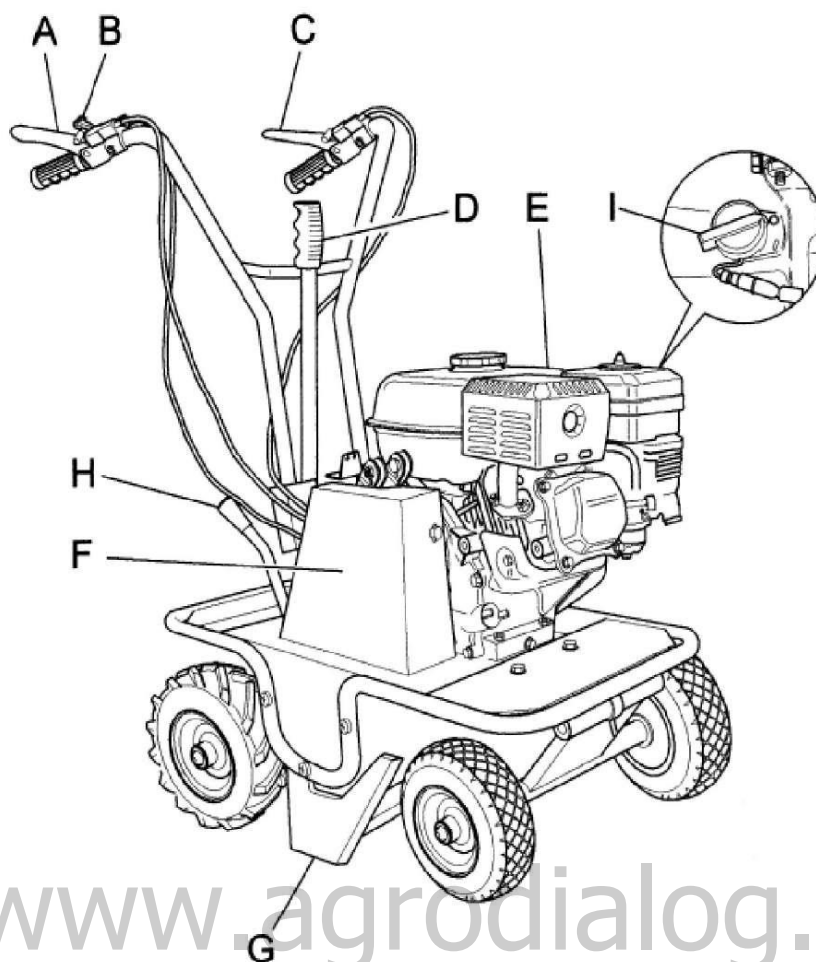
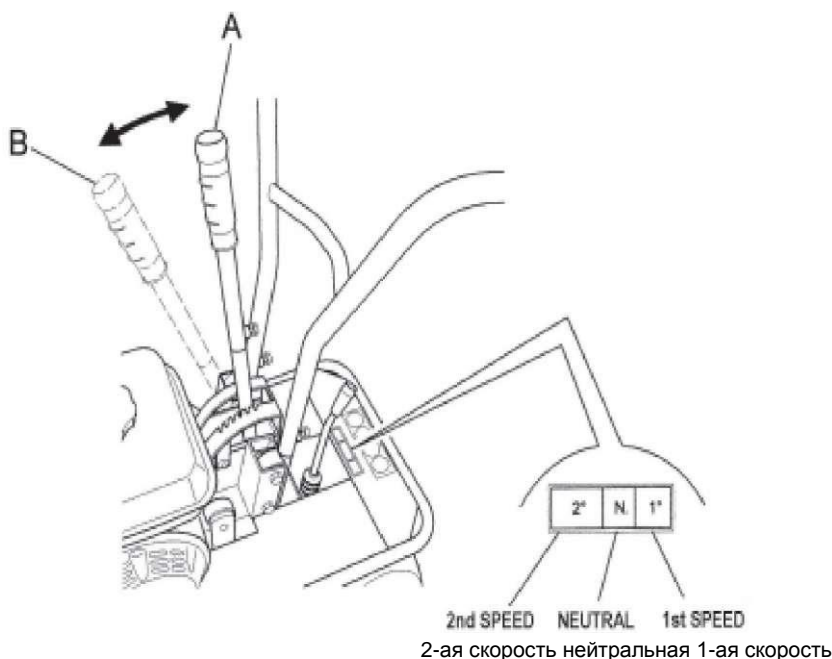

Рисунок 1
Рисунок 2
Этот рычаг служит для регулирования высоты резки согласно типу ландшафта и толщине дерна, который будет пострижен. (рис. 2 поз. А)
Крышка (рис. 1, поз. F) предотвращает любой контакт с движущимися частями машины. Использование машины без указанной крышки строго запрещено.
Выберите необходимую передачу только после выключения переднего сцепления, отпуская относительный рычаг (рис. 1, поз. С).
- Перед включением двигателя убедитесь, что оба рычага включения (передний рычаг контроля сцепления - рис. 1, поз. С и рычаг контроля сцепления ножа - рис. 1, поз. А) находятся в ослабленном положении; затем поместите рычаг передач в нейтральное положение (рис. 2, поз. С)
- Не следует перемещать крышку (рис. 1, поз. F) во время использования машины.
- Перед окончанием работ установите рычаг передач в нейтральное положение (рис. 2, поз. С) и выключите двигатель, перемещая выключатель (Рис. 1, поз. I) в положение 0. Для большей безопасности отключите кран питания (рис. 4).